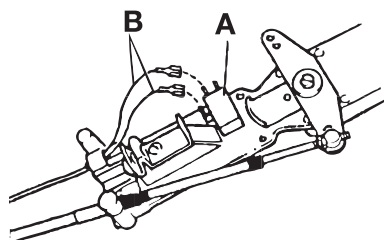

Fig. 20
**OBS!** Brytaren (A fig. 20) måste installeras så att kontaktstiften (B fig. 20) är vända från växelkabeln.